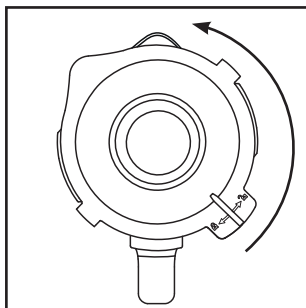

Fig. 1
- 2) Retirez le couvercle **2** en le tournant dans le sens anti-horaire en direction de la position ☐ (voir fig. 1), jusqu'à pouvoir le retirer par le haut.